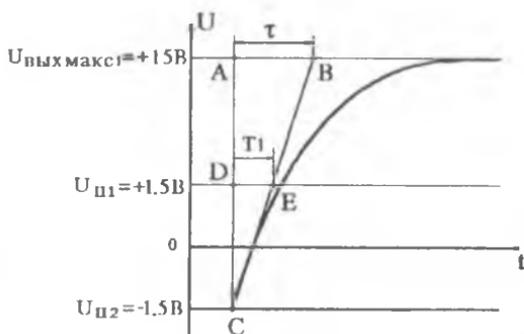

Рисунок 19 – Эпюра изменения напряжения на конденсаторе С в первый полупериод
3) Полагая, что заряд конденсатора происходит по линейному закону, полупериод  $T_1$  можно определить из подобия треугольников ABC и DCE (рисунок 19)